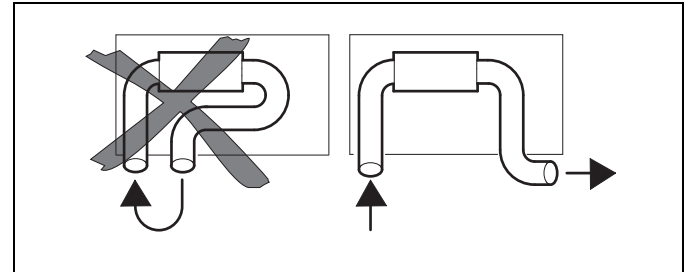

Bild 6: Kallluftsintag och varmluftsutsläpp
- Luftkortslutning mellan värmarens kallluftsintag och varmluftsutsläpp (Bild 6).